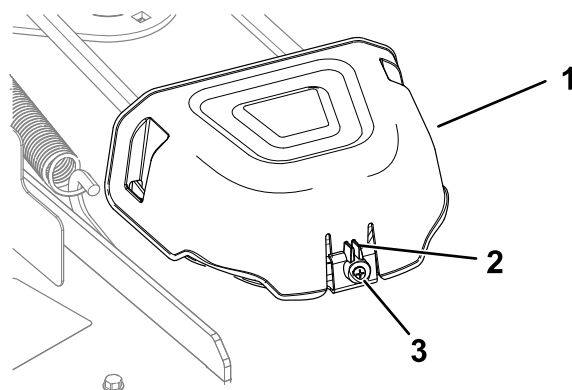

Figura 55
5. Allentate la vite e spingete in dentro la linguetta sul coperchio per rimuovere le coperture delle pulegge (Figura 55).